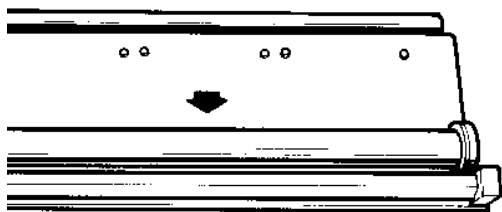

Abb.55
4. Einmal pro Monat die Führungsstange des Werkzeugarms reinigen und schmieren (Abb.55).